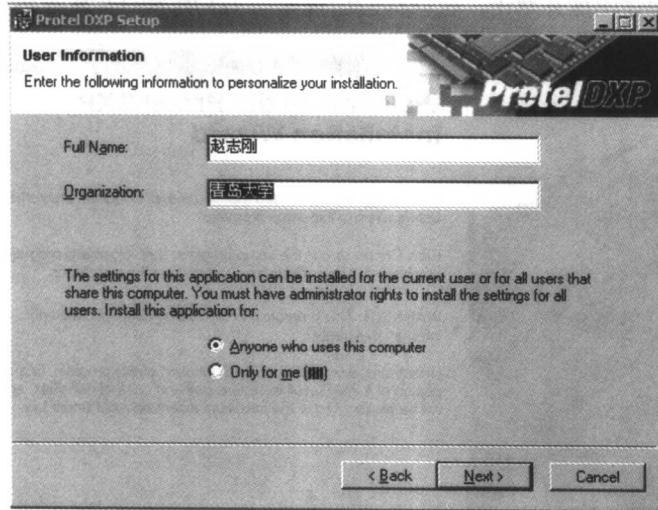

图 1-5 用户信息登记对话框
才可以单击【Next】按钮继续安装，此时将弹出如图 1-5 所示的用户信息登记对话框。如果不同意该协议，安装过程终止。
(3) 在如图 1-5 所示的对话框中，可以根据自己的情况在【Full Name】文本框中输入用户名，在【Organization】文本框中输入单位名称。另外，还可以在这里对本软件的使用权进行设置，可以是【Anyone who uses this computer】（每个使用这台计算机的用户）或者【Only for me】（只是安装者本人）。